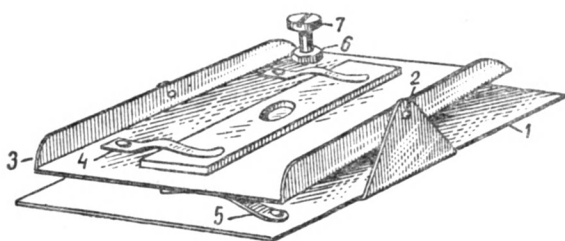

Рис. 44. Качающийся столик для стереоскопической микрофотографии.
Устройство столика несложно. Он выполняется из жести и состоит из площадки (1) с отверстием посередине (рис. 44) и отогнутыми вверх бортиками. В пространстве